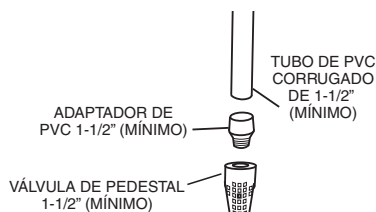

Figura 3
## Instalación en lago o laguna (Figura 3)
- Todas las unidades bivoltaje vienen preparadas de fábrica para trabajar a 230 voltios (Figura 3).